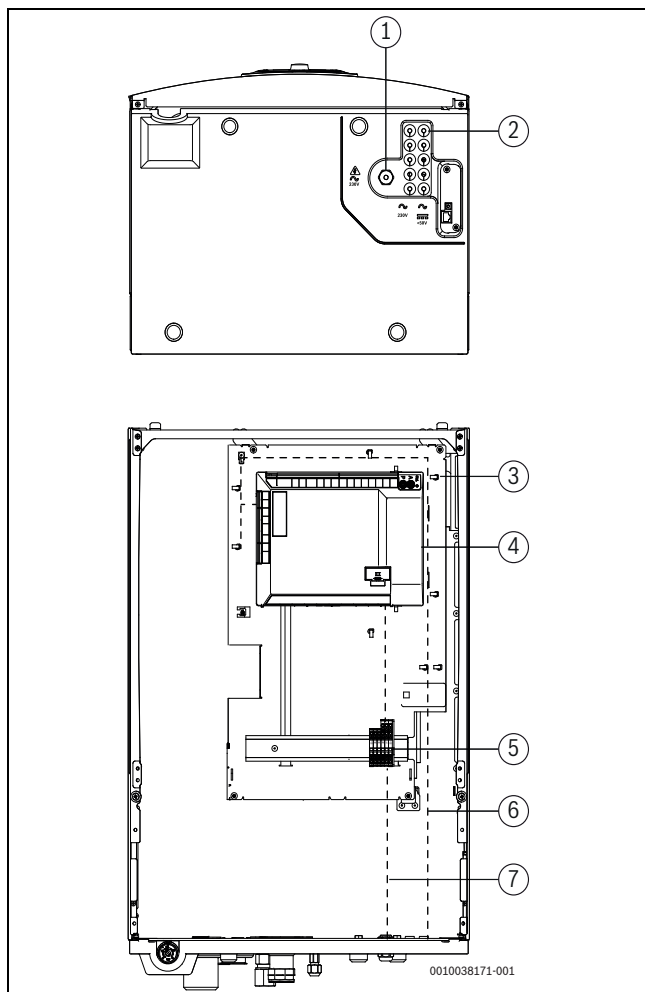

Bild 10 Kabelgenomföringar och elektriska komponenter (vyer med droppbricka)
- ▶ För in CAN-BUS-, givar- och andra signalkretskablar genom respektive kabelgenomföring, märkt med <50 V. Dra kablarna hela vägen tills de når apparatens framsida och anslut dem enligt bild 10.